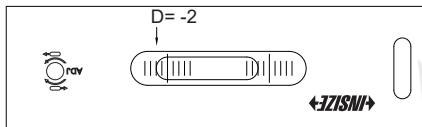

Fig.9
- Cuando la burbuja deje de moverse, lea D en la escala (Fig.9).